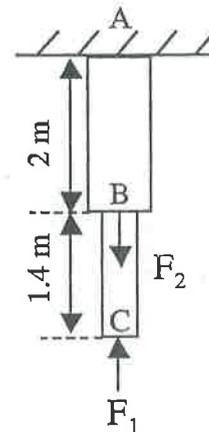

Figura 2
3.- (4p) Una barra de acero, AB, de  $2 \text{ m}$  de longitud y  $20 \text{ cm}^2$  de sección, se suelda a una barra de aluminio BC, de  $1.4 \text{ m}$  de longitud y  $10 \text{ cm}^2$  de sección. El conjunto se empotra en el punto A quedando el extremo C libre tal como indica la **Figura 2**. Sobre el conjunto actúan dos fuerzas, una  $F_1 = 20 \text{ kN}$  en el extremo C y otra  $F_2$  en el punto de unión de las barras, como se indica la figura. El conjunto está diseñado para que la barra de aluminio soporte como máximo un esfuerzo de  $10^8 \text{ Pa}$  y el de la barra de acero no supere  $5 \cdot 10^7 \text{ Pa}$ . Calculad: